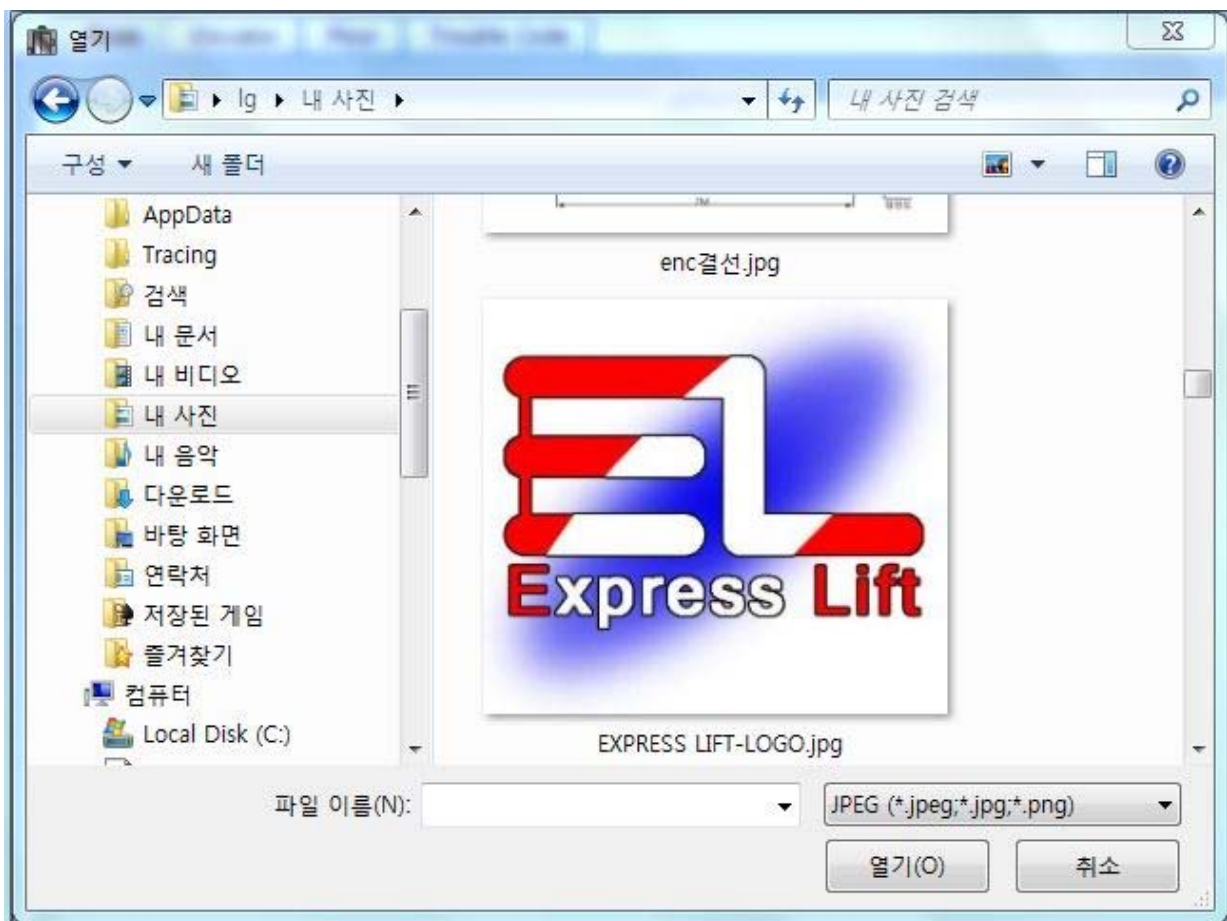

Fig. 4.3.3
5. 로고 와 명칭 선택: 로고를 선택하고 jpg 파일을 열어 선택 Fig.4.3.3 참조.